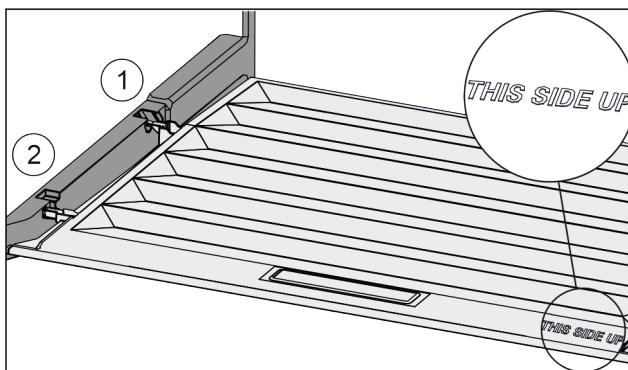

Fig. 43
- ▶ Deckelstege über Öffnung der hinteren Halterung Fig. 43 (1) einführen und vorne in Halterung Fig. 43 (2) einrasten.